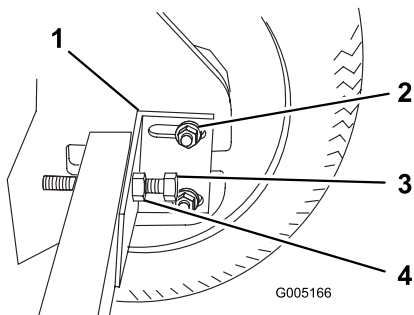

Figura 31
- Afloje las tuercas que sujetan el soporte de retención del eje (Figura 31).
- Afloje la tuerca del perno tensor de la cadena y afloje el perno (Figura 31).
- Apriete el soporte de retención del eje contra el eje y el bastidor, luego apriete la tuerca del perno para sujetarlo (Figura 31) ; apriete la tuerca a 30 pies-libra (40,7 Nm).